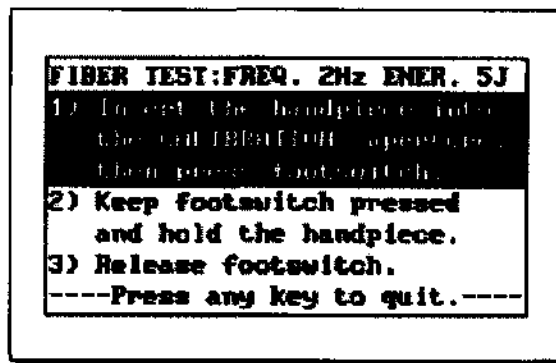

Рис. 7-9. Проверка световода.
1. После нажатия клавиши «Fiber Test» на экран черными буквами на белом фоне будет выведено сообщение, приведенное на Рис. 7-9. Для начала процедуры проверки световода нажмите педаль управления. При нажатии любой кнопки панели управления проверка световода будет прекращена.